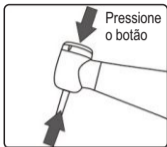

Fig.4.1
- 1) Pressione o botão e insira a broca na cabeça do instrumento girando suavemente para encaixar no mecanismo (Fig 4.1).